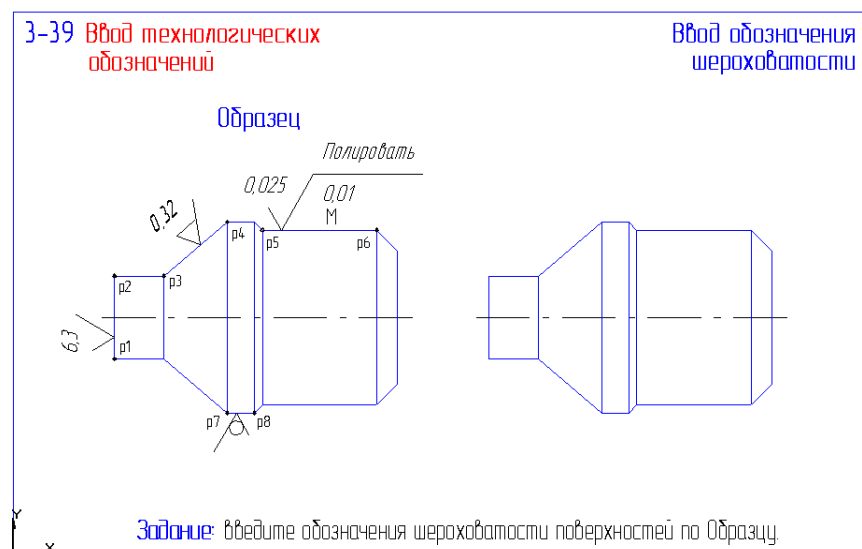

Рис. 45
47. Откройте файл фрагмента 3-39 (рис. 45).